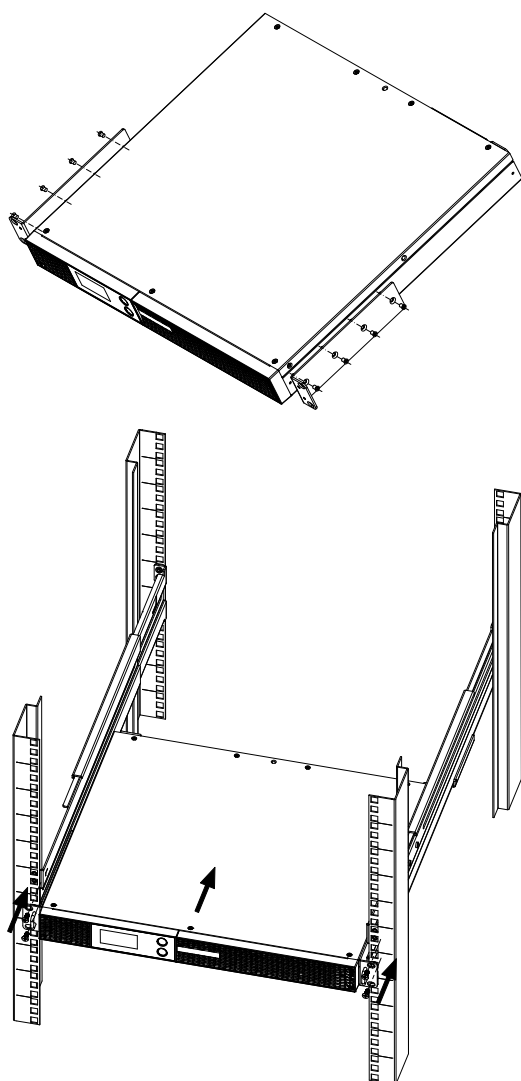

Fig. 8. Montaje SPS ADVANCRE R2 en armario 19".
- Operar del siguiente modo (ver Fig. 8):